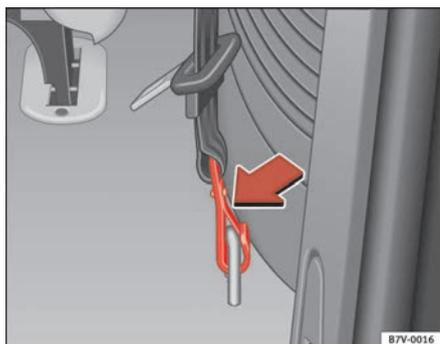

Fig. 18 Argolla de amarre con mosquetón del cinturón de seguridad desenganchable
- Presionar el seguro del mosquetón ⇒ fig. 18 en el sentido que indica la flecha y desenganchar el mosquetón hacia abajo.